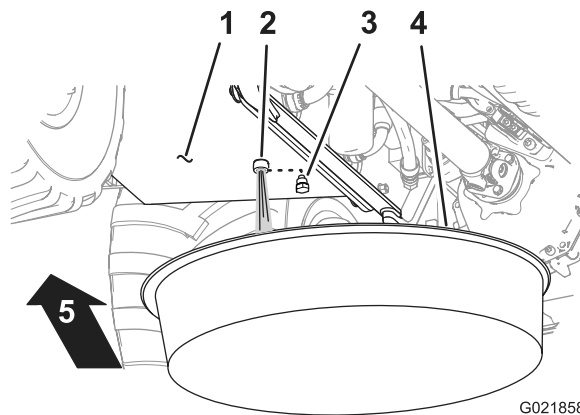

Bild 92
4. Stellen Sie eine Auffangwanne mit einem Fassungsvermögen von mindestens 75,7 l unter die Ablassschraube des Hydraulikbehälters (Bild 92).
5. Nehmen Sie die Ablassschraube vom Hydraulikbehälter ab (an der Unterseite des Behälters) und lassen Sie das Hydrauliköl ablaufen (Bild 92).
- Setzen Sie die Ablassschraube ein (Bild 92).